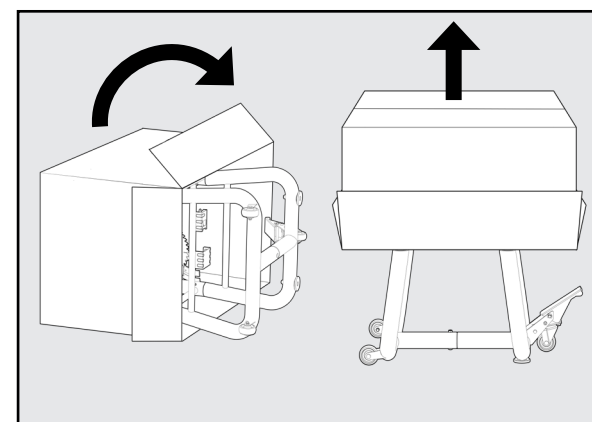

Figura 4
3. Coloque con cuidado la caja arriba y retire el embalaje una vez que la máquina se haya levantado del suelo. Véase la Figura 4.